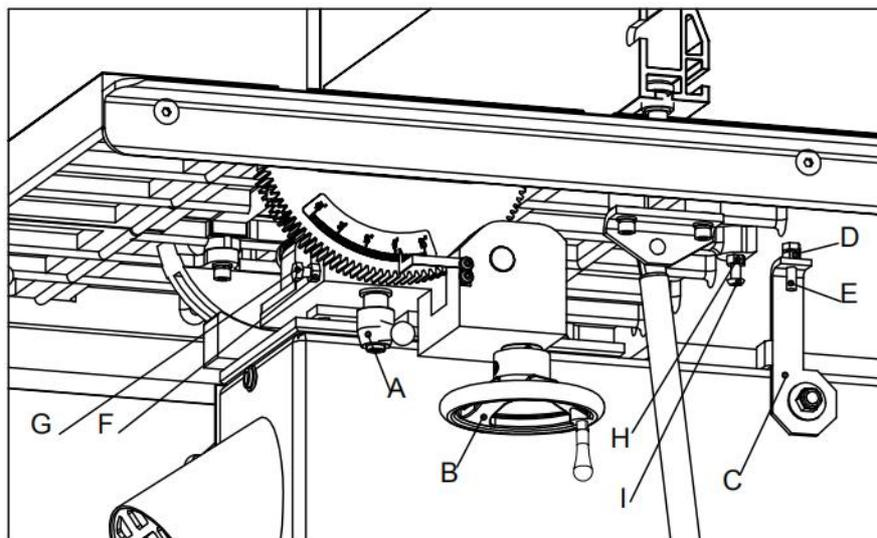

Abb. 13
6.3.1 Tischneigung (Siehe Abbildung 13.)
2. Lösen Sie den Verriegelungsgriff für die Tischneigung (A).
3. Um den Tisch nach rechts zu neigen, drehen Sie das Handrad für die Tischneigung (B), um den Tisch um bis zu 45° zu neigen.
4. Um den Tisch nach links zu neigen, klappen Sie die Tischstütze (C) nach unten und drehen dann das Handrad (B), um den Tisch um bis zu -15° zu neigen.
5. Ziehen Sie den Verriegelungsgriff (A) fest, um die Einstellung zu sichern.
6.3.2 Tischanschlag einrichten (Siehe Abbildung 13.)